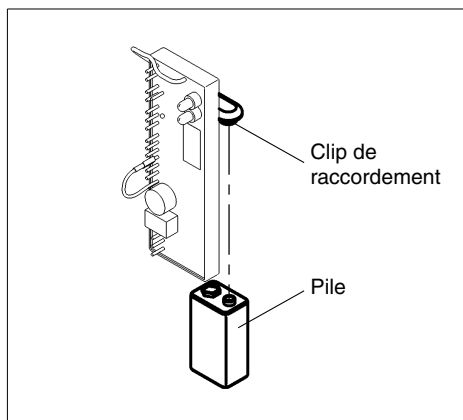

Fig. 4 : Remplacement de la pile
- Retirez la pile située en aval du circuit électrique du clip de raccordement du câble de raccordement (cf. fig. 4).